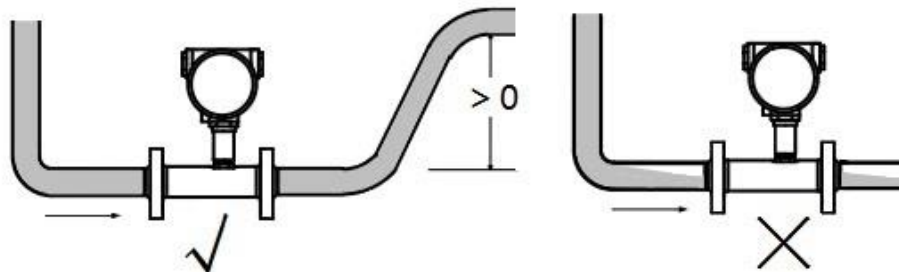
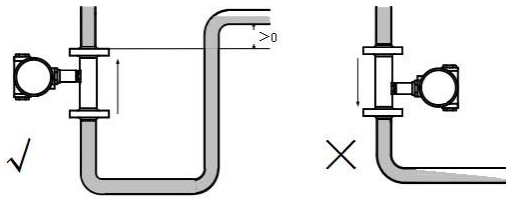

图6-2 水平安装示意图
图6-3 垂直安装示意图
① 在安装涡轮流量传感器时，必须保证满管安装，即管道中充满流体。否则流量测量会受到影响，导致测量误差。水平安装时如图 6-2 示意安装，垂直时如图 6-3 示意安装。